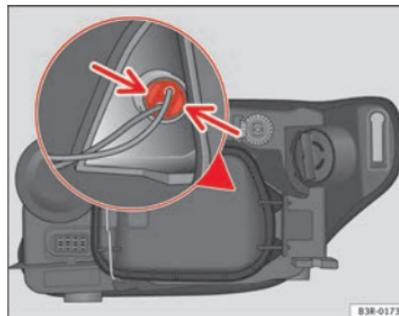

Fig. 197 Luz de posición (lado exterior vehículo) ▶
- Presione ligeramente las pestañas del portalámparas ⇒ **página 278, fig. 197** y tire hacia la tapa (también se puede extraer tirando de los cables del portalámparas).